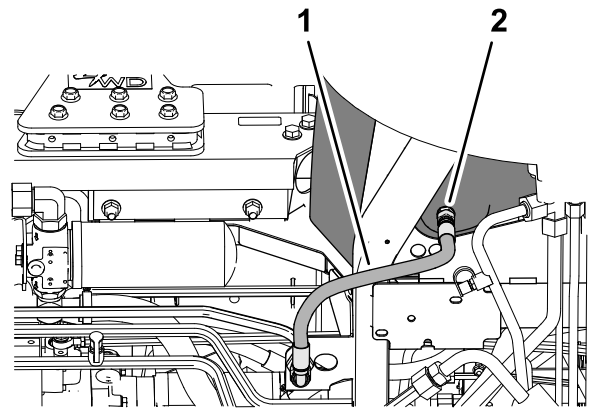

Figure 165
3. Placez le bac de vidange sous le réservoir hydraulique (Figure 165).